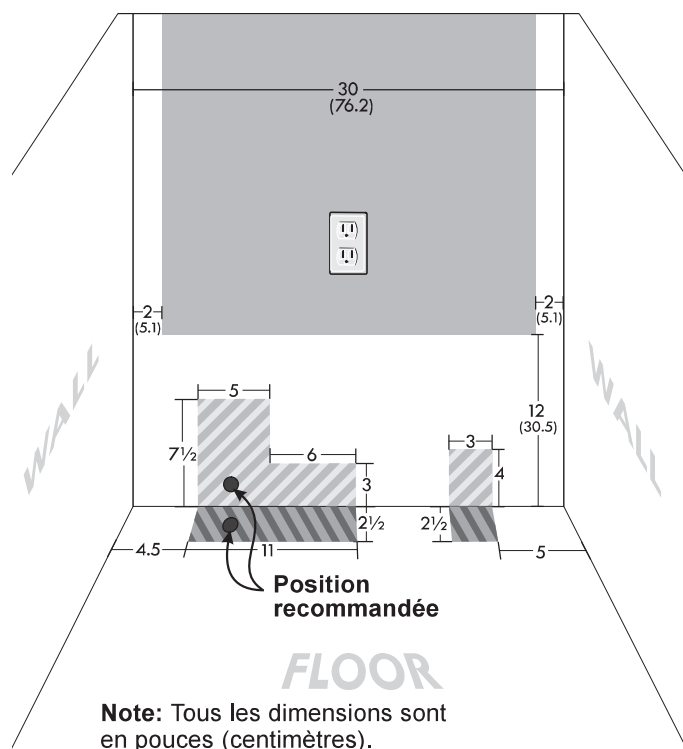

Figure 5a
- La région hachurée indique l'emplacement que vous pouvez utiliser pour faire entrer la ligne de gaz (figure 5a).
- La position recommandée pour l'entrée de la ligne de gaz est située à 7" (17,8 cm) du mur gauche de l'armoire et à 2" (5,1 cm) du planché (figure 5a).
- La région ombragée indique l'emplacement que vous pouvez utiliser pour la prise électrique (figure 5a).